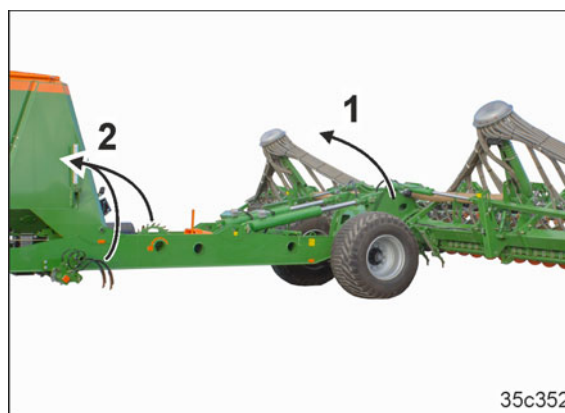

Bild 262
- o den bakre ramen (Bild 262/1)
- o traktorspårluckraren (tillval, Bild 262/2)